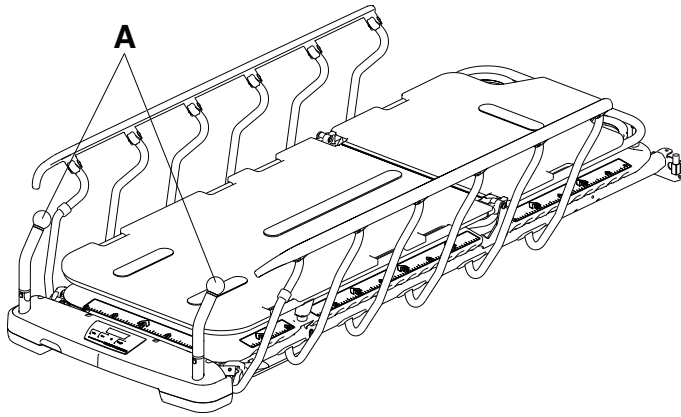

Abbildung 11 – Positionieren der Fußende-Schiebegriffe
1. Die Griffe (A) vom Fußende des Produkts nach oben schwenken (Abbildung 11).